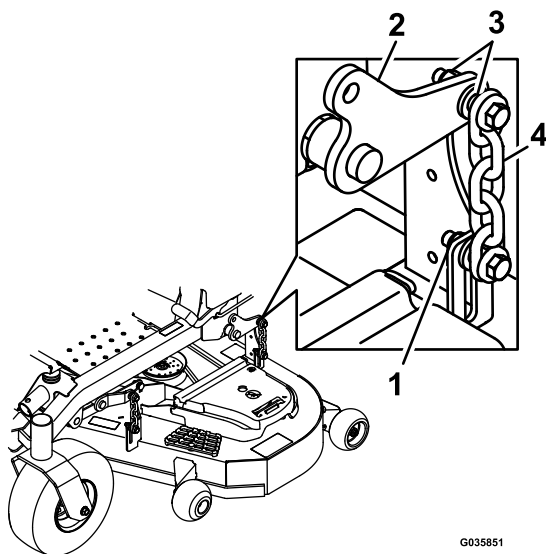

Bild 84
13. Lösen Sie die Sicherungsmuttern (Bild 84) an allen vier Ecken und stellen Sie sicher, dass das Mähwerk fest auf allen vier Blöcken sitzt.